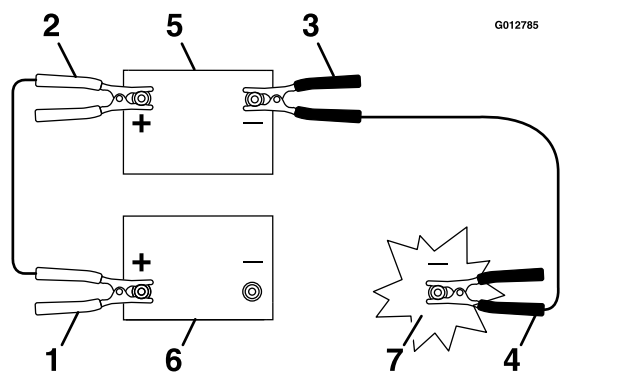

Bild 49
3. Schließen Sie das Pluskabel (+) an den Pluspol (+) der entladenen Batterie an, der am Anlasser oder an der Stromspule angeschlossen ist, wie in **Bild 49** dargestellt.